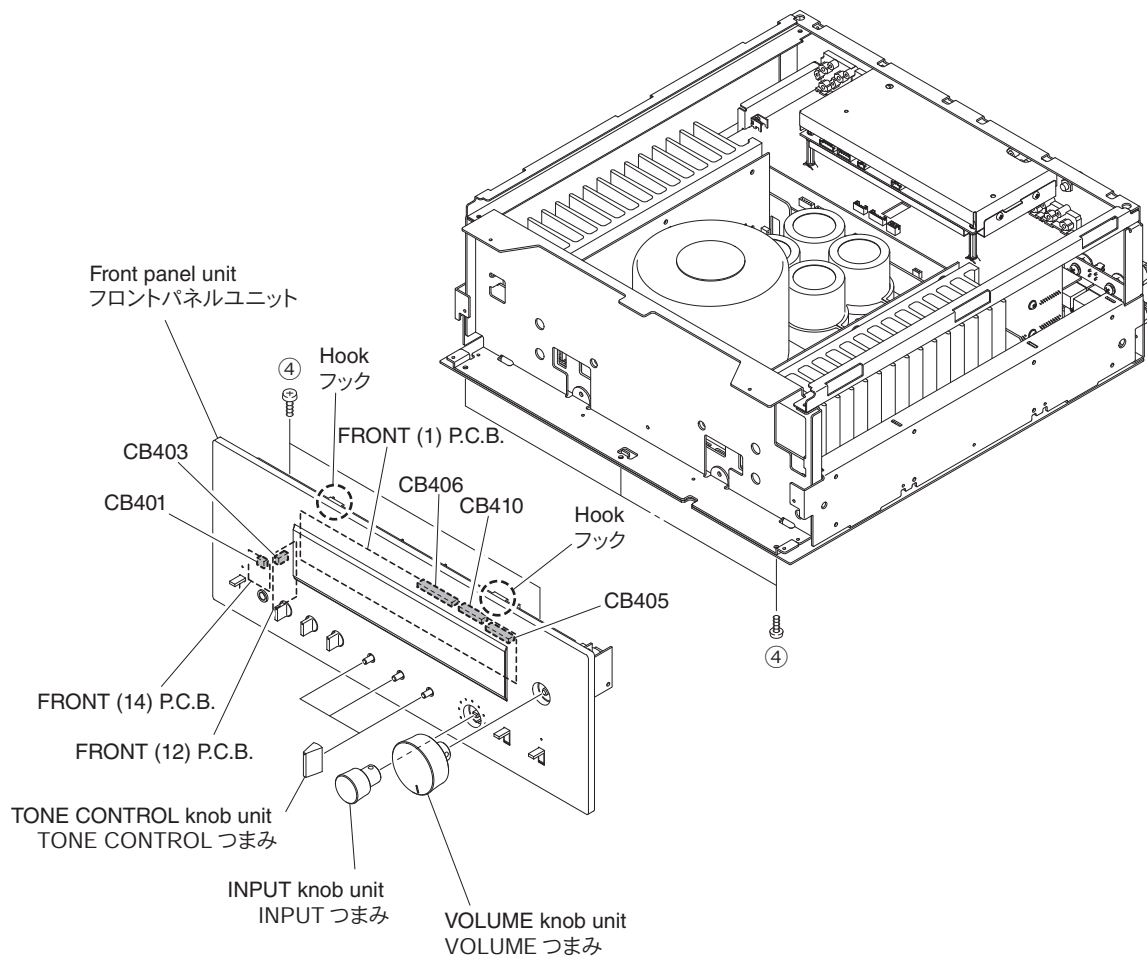

Fig. 2
- a. Remove 5 screws (④). (Fig. 2)
- b. Remove CB401, CB403, CB405, CB406 and CB410. (Fig. 2)
- c. Remove the front panel unit. (Fig. 2)
- a. ④のネジ5本を外します。(Fig. 2)
- b. CB401、CB403、CB405、CB406、CB410を外します。(Fig. 2)
- c. フロントパネルユニットを外します。(Fig. 2)